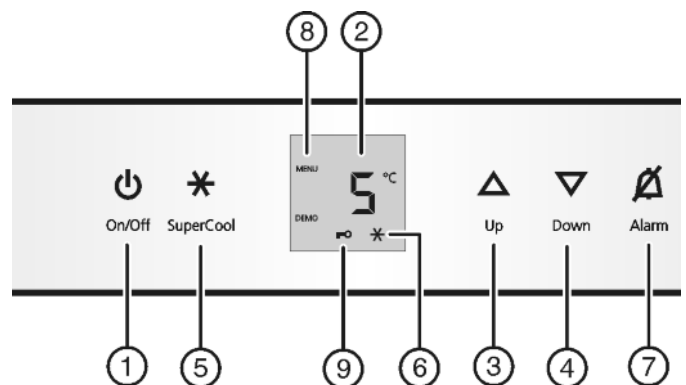

Fig. 2
- ▶ Nyomja meg a On/Off gombot *Fig. 2 (1)*.
- ▶ Aktiválja a beállítási módot: Nyomja a SuperCool gombot *Fig. 2 (5)* kb. 5 mp-ig.
- ▶ A jóváhagyáshoz nyomja meg röviden a SuperCool gombot *Fig. 2 (5)*.
- ▶ A gyermekbiztosíték bekapcsolásához nyomja meg röviden a *Fig. 2 (5)* SuperCool gombot.
- ▷ A gyermekbiztosíték ikonja *Fig. 2 (9)* világít. A kijelzőn **c** villog.
- ▶ A gyermekbiztosíték kikapcsolásához nyomja meg röviden a SuperCool gombot *Fig. 2 (5)*.
- ▷ A gyermekbiztosíték ikon *Fig. 2 (9)* kialszik. A kijelzőn **c** villog.
- ▶ Beállítási mód kikapcsolása: Nyomja meg a be/ki gombot *Fig. 2 (1)*.
- ▶ Nyomja meg a riasztás gombot *Fig. 2 (7)*.
- ▶ Hőmérséklet melegebbre állítása: Nyomja meg a Up állító gombot *Fig. 2 (3)*.
- ▶ Hőmérséklet hidegebbre állítása: Nyomja meg a Down állító gombot *Fig. 2 (4)*.
- ▶ Nyomja meg röviden a SuperCool gombot Fig. 2 (5).
- ▷ A SuperCool ikon Fig. 2 (6) világít a kijelzőn.
- ▷ A SuperCool ikon Fig. 2 (6) kialszik a kijelzőn.